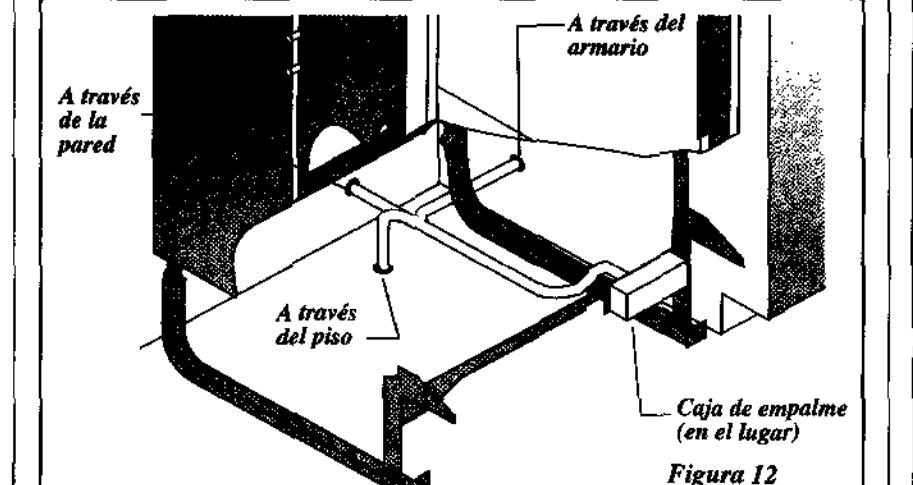

Figura 10
- Asegúrese de que el lavavajillas no quede sobre la manguera de desagüe. Debe estar libre de componentes eléctricos y de los resortes de la puerta. No corte la manguera de desagüe corrugada. Tire el exceso de la manguera a través del armario y colóquela debajo del fregadero. Asegúrese de que la manguera no esté en contacto con bordes afilados. Ver Figura 10.